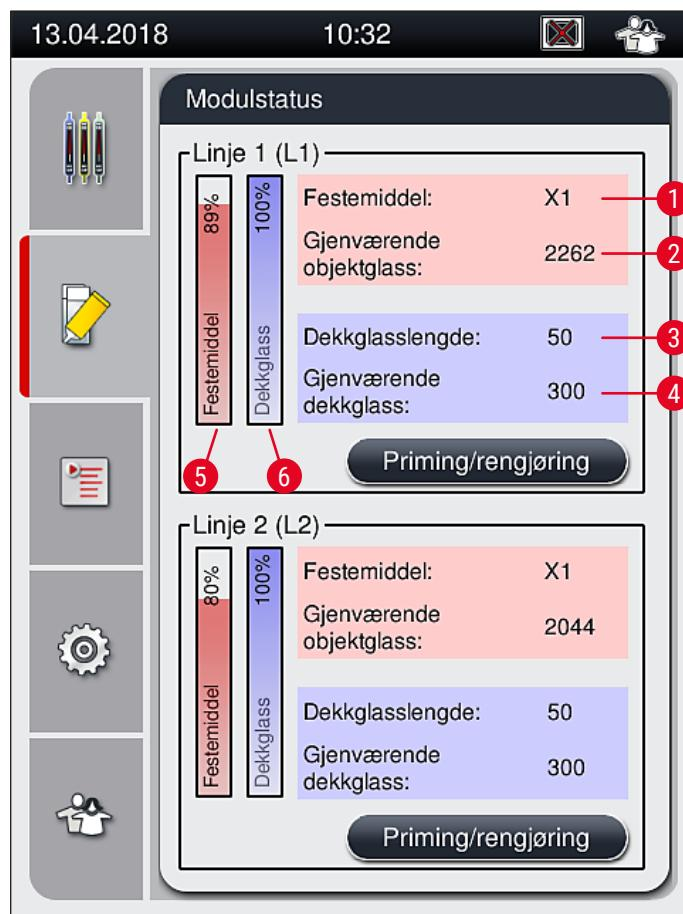

Fig. 22
- Festemiddelflaskene som settes inn, detekteres av instrumentprogramvaren, og **modulstatusen** (→ Fig. 22) oppdateres.